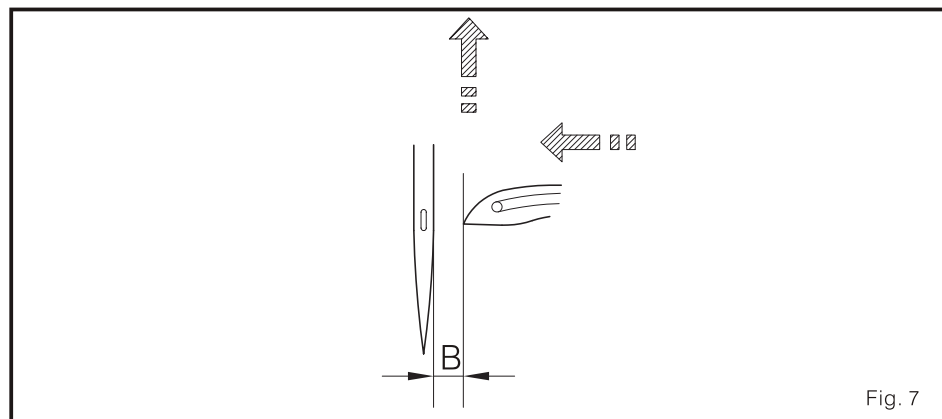

Fig. 7
1. ajusta o movimento esquerdo e direito Quando o looper fique no ponto morto direito, a gorjeta disto estará a uns 3.5+/-0.1 mm da borda direita no lado da agulha (B). (Fig. 7)